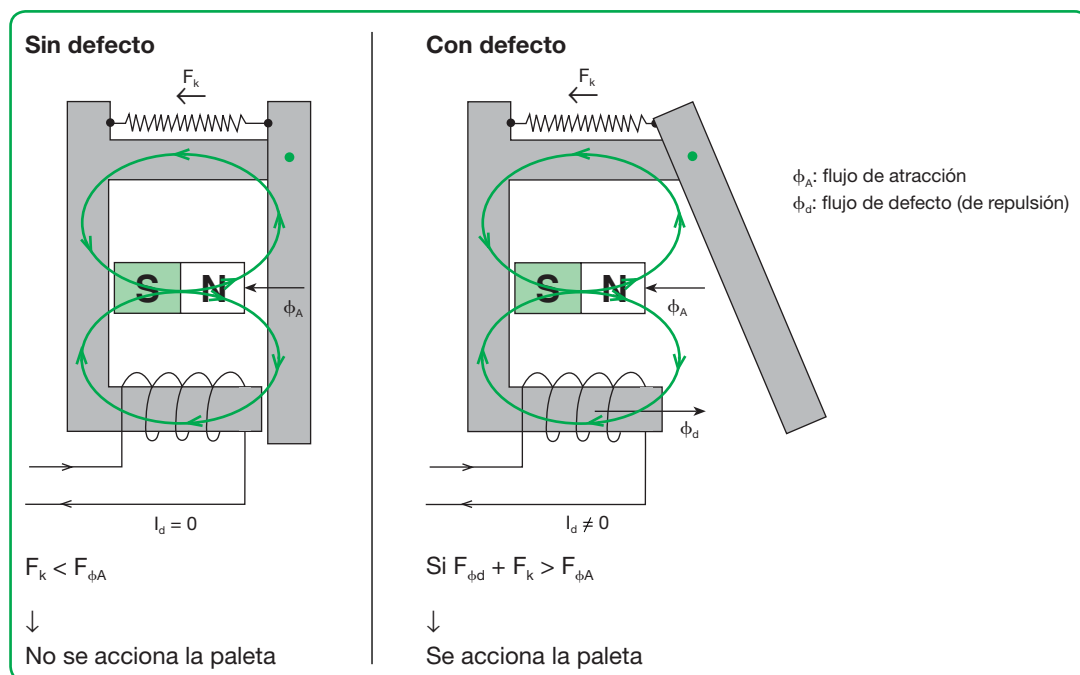

Fig. 3.23. Funcionamiento del relé de disparo.
En la gama **Superinmunizada**, gracias al **circuito de verificación y disparo**, sólo llegará señal al relé en el caso de que la totalidad de filtros descritos antes “autoricen” el disparo, y haya que realizar el disparo del diferencial. Si la energía de la corriente a la salida de todos los circuitos anteriores es demasiado reducida, el circuito de verificación y disparo no dará la señal de apertura al relé. Este circuito efectúa la gestión final del disparo. La intensidad de salida del circuito de verificación y disparo llega al arrollamiento **del relé de disparo**, ver **fig. 3.23** en página anterior, originando una intensidad de campo magnético (H), el cual a su vez, en función de la permeabilidad magnética del material que constituye el núcleo férreo del relé de disparo (μ), provoca una inducción del campo magnético (B). Esta inducción, en función de la sección del relé de disparo, se convierte en un flujo magnético (Φ) en el interior del núcleo ferromagnético, que creará una fuerza magnetomotriz F_{Φ_d} que puede ser suficiente para vencer la fuerza de atracción magnética F_{Φ_A} ejercida sobre la paleta por un imán permanente (que tiende a atraer la paleta, es decir, a mantener cerrado el diferencial), originando finalmente la separación de la paleta que se verá ayudada por la fuerza de un muelle F_k que permite acelerar su rotación.